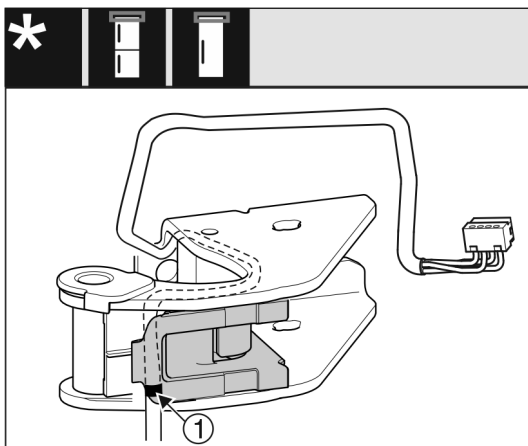

Fig. 16
- ▷ Markeringen i midten må ligge på kanten til ledningsholderen Fig. 16 (1).